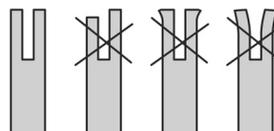

Fig. 47
- > Pour vérifier l'état d'usure du rail: Appliquez le bord droit d'une règle contre le bord des lames de coupe, comme indiqué sur l'illustration ci-dessous. Si le rail du guide-chaîne est en bon état, il doit y avoir un interstice entre la règle et le guide-chaîne. S'il n'y a aucun interstice (c.à.d. si vous pouvez appliquer la règle contre le guide-chaîne sur toute sa longueur), le rail du guide-chaîne est usé et a besoin d'être remplacé par un rail du même type (Fig. 47).